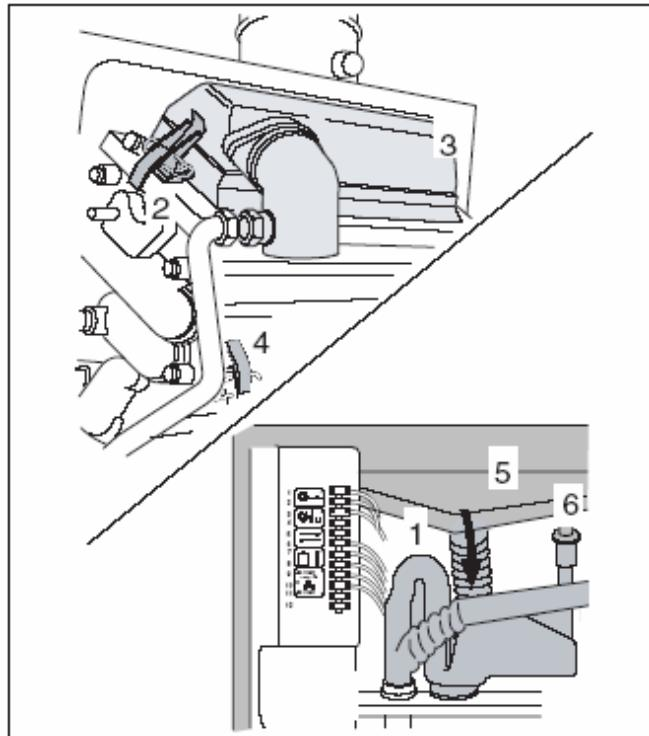

Рис. 36 Снятие кожуха и конденсатной тарелки
- Освободить обе крепежные скобы (рис. 36, поз. 2) на кожухе горелки и вынуть кожух горелки и горелку (рис. 36, поз. 3).